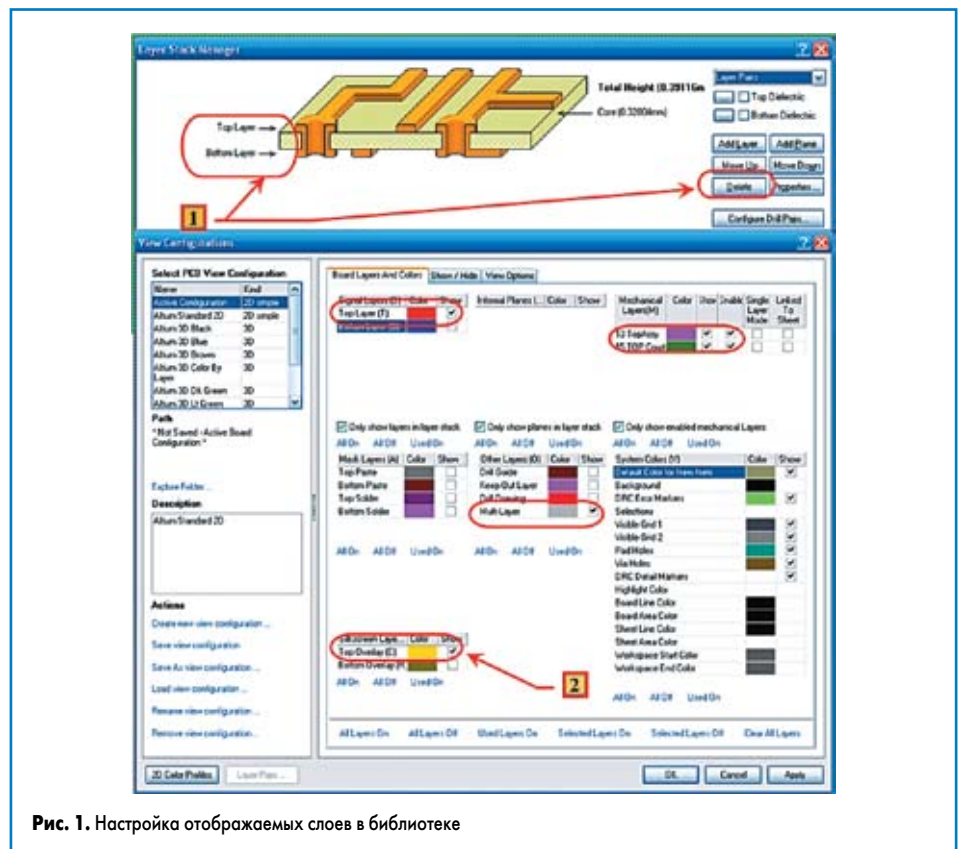

Рис. 1. Настройка отображаемых слоев в библиотеке
1. Командой **Tools>>Layer Stack Manager** открываем одноименное окно задания свойств (рис. 1), где следует оставить только два слоя (**Top Layer** и **Bottom Layer**). Если у вас присутствуют внутренние слои, удалите их с помощью кнопки **Delete** в окне **Layer Stack Manager**. Отметим еще раз: в библиотеке нет смысла переименовывать данные слои и указывать их свойства, и мы это делать не будем.